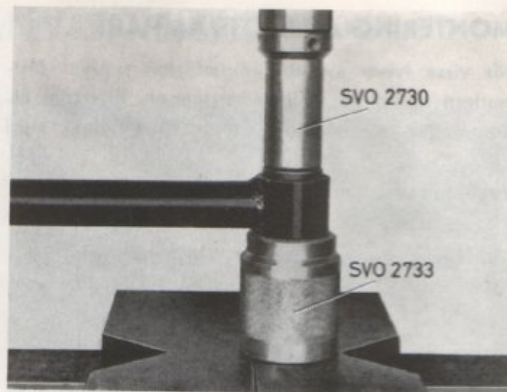
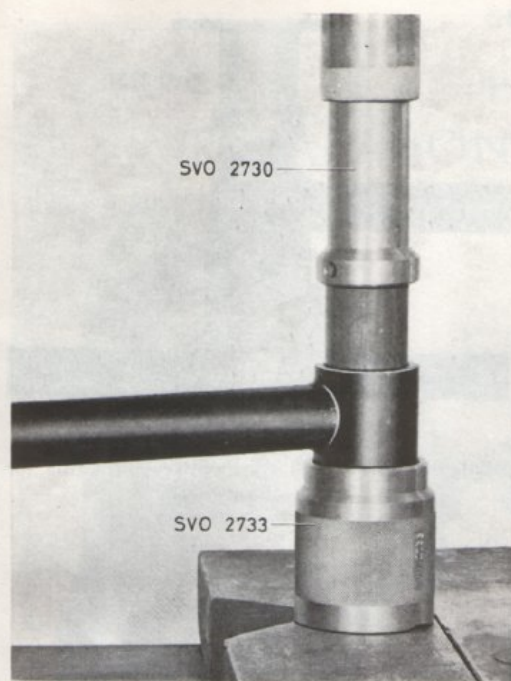

Bild 15.
Bild 16.
4. Pressa ur bussningen med den smala ändan av SVO 2730 (se bild 15).
5. Bussningen pressas i med den grövre ändan på samma verktyg (se bild 16).
4. Främre bussningen pressas ur med dorn SVO 2730 och med SVO 2733 som mothåll (se bild 15).
5. Bussningen pressas i med samma verktyg enl. bild 16.
Främre bussningen pressas ur och i med dorn SVO 2730 och mothåll SVO 2733 enl. bild 15 och 16.
Bärstagsbussningarna (se bild 15 och 17) förekommer i två utförande. Det tidigare utförandet med plåtmantlad cylindrisk gummibussning pressas ur med SVO 2730 med SVO 2733 som mothåll (se bild 15). Dessa bussningar pressas i med samma verktyg enl. bild 16.
På den högra sidan som har den mindre bussningen använder man SVO 2730 att pressa ur med, och SVO 2733 som mothåll (se bild 15). Ipessning sker med samma verktyg enl. bild 16. På den vänstra sidan använder man SVO 2731 att pressa ur med och SVO 2733 som mothåll (se bild 19). Ipessning sker med samma verktyg enligt bild 20.